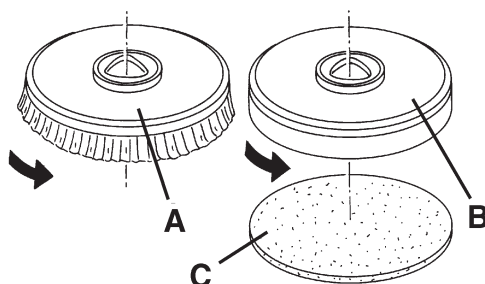

Figure 1
1. Débrancher le câble d'alimentation (3) du réseau électrique.
2. Positionner la brosse (A, Fig. 1) ou le plateau support disque (B) sous la tête (14).
3. Baisser la tête sur la brosse/plateau support disque en appuyant sur la pédale (8).
4. Brancher le câble d'alimentation (3) au réseau électrique.
5. Appuyer sur le bouton-poussoir (51) pour démarrer la machine et activer les composants auxiliaires.
6. Appuyer sur au moins un des boutons-poussoirs (55) pour permettre l'engagement de la brosse ou du plateau support disque.